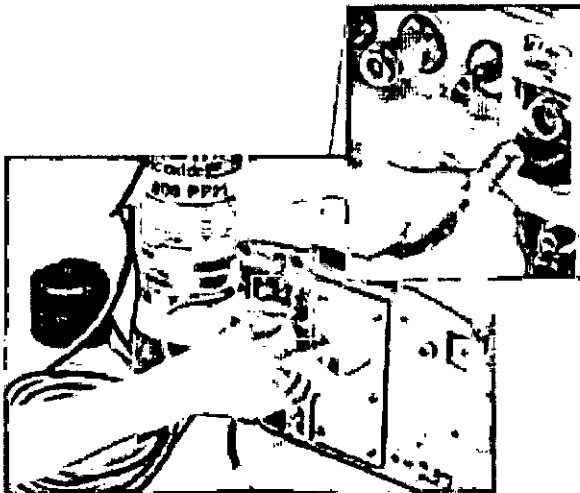

Figura 4-13
3. Conecte a la parte posterior del INOmax DS^{IR}® el cable de infrarrojos del módulo de regulador y tapa para traslados (figura 4-13).